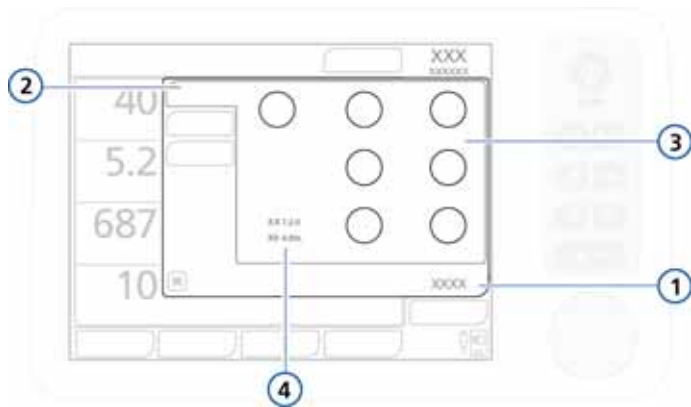

図 4-5. 基本設定、換気設定ウィンドウ
メータも表示されます。図 4-5 を参照してください。
1. [換気設定] -> [基本設定] ウィンドウを開きます (図 4-5)。